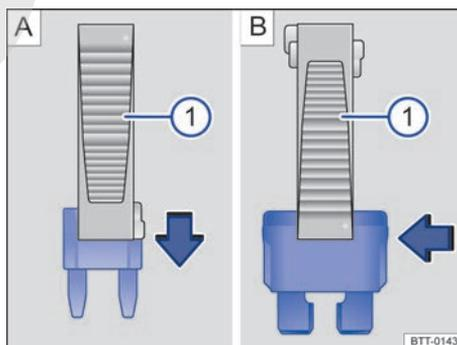

Fig. 127 Quitar o instalar un fusible con la garra de la pinza de plástico .
- De ser necesario, retire la pinza de plástico → fig. 127 ① del soporte. El soporte se encuentra en la parte trasera de la caja de fusibles cerca de la toma de diagnóstico.
- En caso de *fusibles pequeños*, encajar la garra ① por encima → fig. 127 A.
- En caso de *fusibles mayores*, empujar la garra ① lateralmente sobre el fusible → fig. 127 B.
- Si el fusible está quemado, sustituir el fusible por uno nuevo de la *misma* intensidad de corriente (mismo color e inscripción) y del *mismo* tamaño → ①.